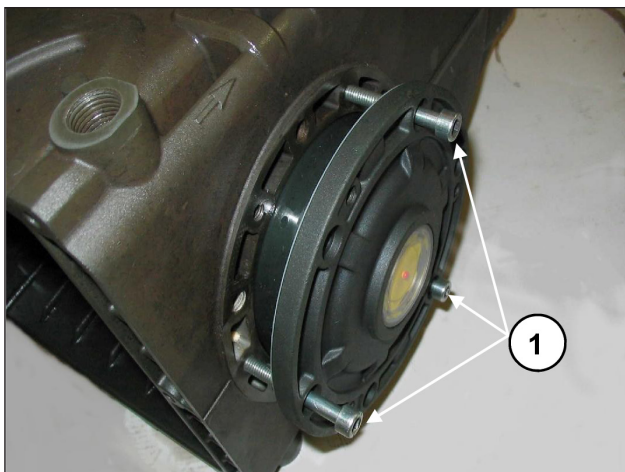
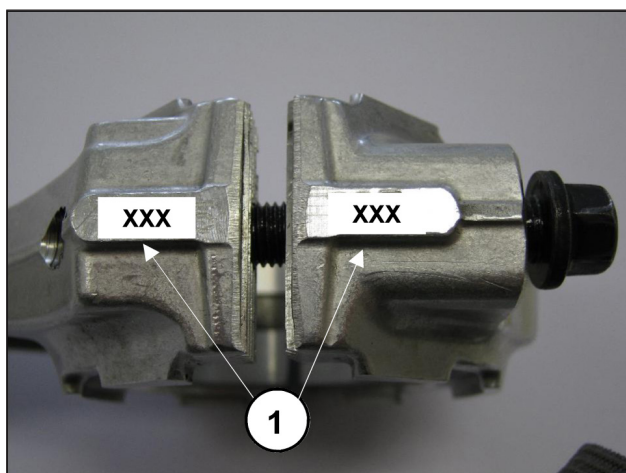

Fig. 8
Fig. 9
Pour faciliter l'emboîtement du premier tronçon et la mise en place correspondante des couvercles sur le carter, il est conseillé d'utiliser 3 vis M6 x 40 partiellement filetées, (Fig. 8, rep. ①) et de compléter l'opération avec les vis fournies (M6x18).
- Accoupler les chapeaux de bielles aux corps respectifs en respectant la numérotation (Fig. 9, rep. ①).
Pour le rapprochement des deux couvercles latéraux au carter, il est possible d'utiliser 3 vis M6x40 pour une première phase d'orientation, comme le montre la Fig. 8, et les vis prévues pour la fixation définitive.
Après avoir démonté les couvercles latéraux, voir paragraphe 2.1.1, retirer la bague extérieure des roulements situés sur les couvercles correspondants et la bague intérieure avec la partie restante du roulement situés sur les deux extrémités de l'arbre, au moyen d'un chasse-goupille ou d'un outil similaire, comme l'indiquent les Fig. 8 et Fig. 9.